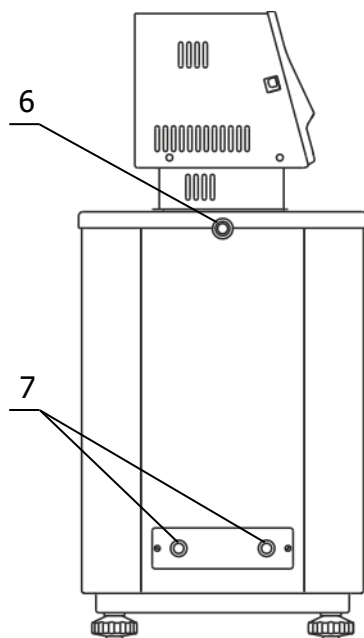

Рисунок 4 — Боковая панель термостата
2.2.6 К переливному штуцеру 6 (рисунок 4) присоединить гибкий шланг, второй конец которого опустить в емкость для сбора излишков теплоносителя объемом 1.5–2 литра.
2.2.7 Заполнить ванну термостата теплоносителем через одно из отверстий рабочих мест до момента начала слива теплоносителя из штуцера 6 (рисунок 4). Температурный диапазон применения теплоносителя должен соответствовать значениям, указанным в 1.2.6.
2.2.10 Для работы термостата при температурах теплоносителя, близких к окружающей температуре, может потребоваться дополнительное охлаждение с помощью встроенного теплообменника. В этом случае необходимо подключить термостат к водопроводной сети или специальному холодильному устройству при помощи шлангов, присоединенных к штуцерам теплообменника 7 (рисунок 4). Поток охлаждающей жидкости должен быть равномерным и, по возможности, небольшим. Дополнительное охлаждение не требуется, если температура теплоносителя выше температуры окружающей среды более чем на 25 °С.